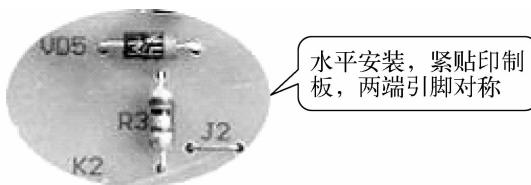

图 1-2-4 电阻和整流二极管安装效果图
(1) 安装电阻和整流二极管 如图 1-2-4 所示, 电阻和整流二极管均采用水平安装, 紧贴印制板, 电阻色环方向应一致。